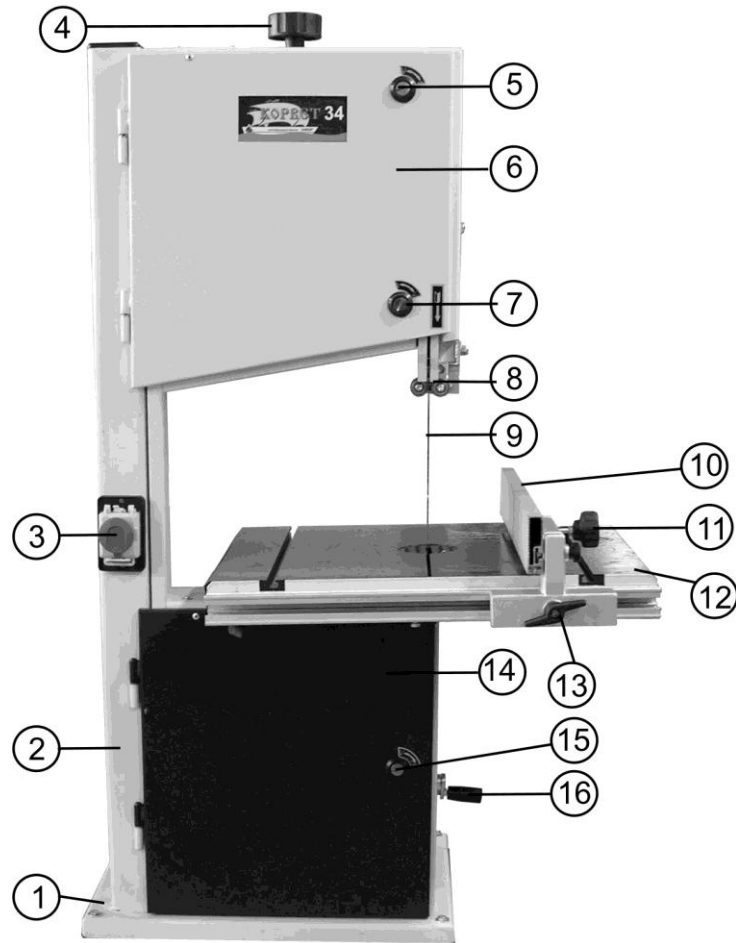
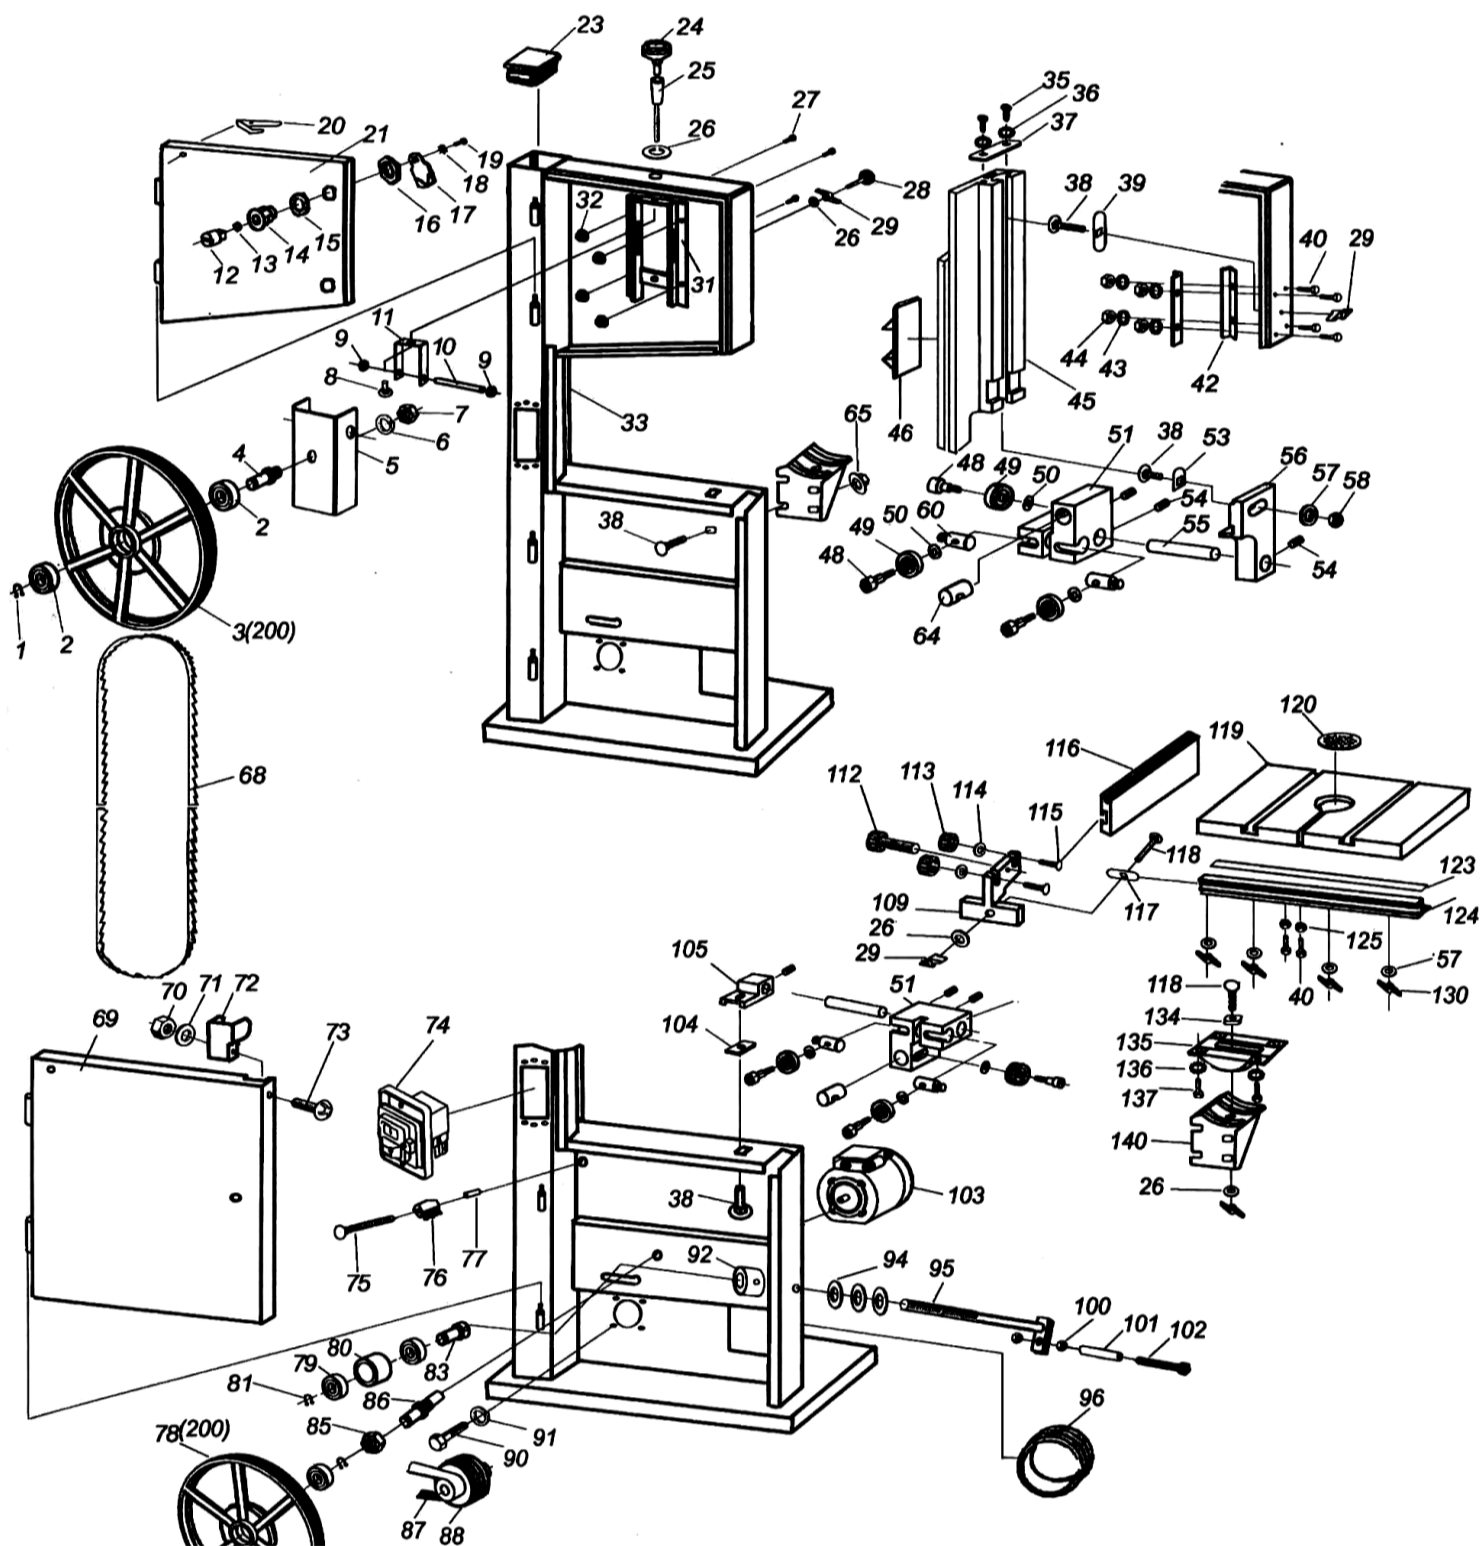

Рис.2
Рис. 1
- Переносите пилу при помощи подъёмных механизмов и приспособлений, учитывая массу пилы (см. Табл. 1) и только за основание (1), Рис. 2.
9.1.2. При установке пилы на верстаке (для обеспечения устойчивости) пила должна быть надежно прикреплена к верстаку через специальные отверстия в нижней части основания (1), Рис. 2. Для этой цели необходимо установить болтовые соединения. Обязательно используйте при креплении плоскую и пружинную шайбы на каждый болт (не комплектуется).
12.1.1. Перед включением убедитесь в том, что патрубок пылесборника (21), Рис. 2, 3, вашей пилы подсоединён к устройству для сбора стружки и древесной пыли (см. п. 17.2.).
12.1.2. Поместите заготовку на рабочий стол (12). Проверьте плавность движения и равномерность прилегания заготовки к подвижному упору (10) и рабочему столу (12) (Рис. 2).
12.3.4. Подачу заготовки осуществляйте двумя руками, не допуская опасной близости их к движущейся пильной ленте (9), с равномерной скоростью, без толчков, постоянно контролируя прижим заготовки как к рабочему столу (12), так и к подвижному упору (10). Продольное усилие подачи не должно перегружать пилу, не должно смещать пильную ленту (9) от траектории движения. Любая остановка заготовки может образовать неровность или ступень на срезе заготовки, Рис. 2.
12.3.6. При выполнении прямолинейных продольных или поперечных пиления заготовка обязательно должна плотно лежать на рабочем столе (12) и, кроме того, опираться на подвижный упор (10). Позиция подвижного упора (10) определяется заданным размером детали, и подвижный упор (10) должен быть точно выставлен и жестко зафиксирован, Рис. 2.
### 10.3. Установка маховика натяжения пильной ленты (Рис. 2)
10.3.1. Установите маховик натяжения пильной ленты (4), входящий в комплектность пилы (Рис. 1), как показано на Рис. 2.
### 10.4. Установка ручки маховика натяжения ремня (Рис. 2)
10.4.1. Ручку (Ж) Рис. 1, установите в маховик натяжения ремня (16), как показано на Рис. 2.
11.1.1. В связи с выполнением ряда работ возникает периодическая необходимость установки рабочего стола (12) под прямым углом к пильной ленте (9) Рис. 2. На данной пиле предусмотрено такое фиксированное положение.
11.1.2. Возьмите из деталей крепления (Н), Рис. 1, самый длинный болт с гайкой и вкрутите его на нижней поверхности рабочего стола (12) в специальное резьбовое отверстие.
### Детали сборки «Корвет 34» (Рис. 1)